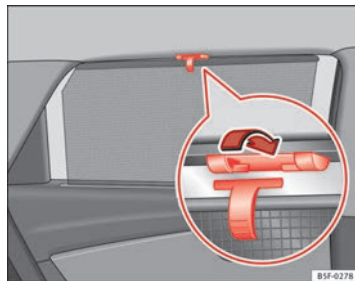

Fig. 69 Ventanilla trasera: cortinilla parasol
- Desenrolle la persiana y engánchela en el gancho situado en el centro del marco superior de la puerta ⇒ fig. 69.